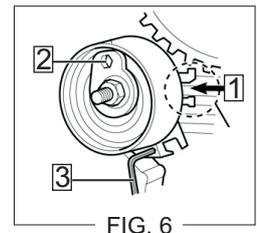

FIG. 6
- Fit the tensioner correctly (1) y (2) [FIG. 6].
- Dismount the lock pin (3) [FIG. 6].